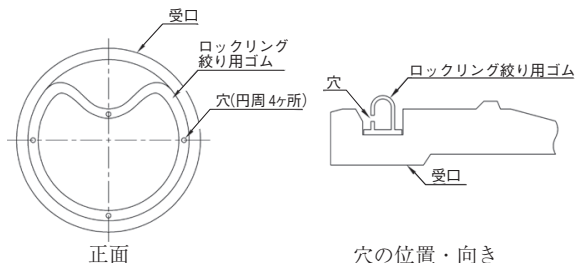

図7 ロックリング絞り用ゴムの装着方法（呼び径 1100 以上）
- (2) 受口溝にロックリング絞り用ゴムをねじれないように装着する。呼び径 800 ～ 1000 はロックリング絞り用ゴムがないので、この作業は不要である。呼び径 1100 以上は、ロックリング絞り用ゴムの装着は円周 4 カ所の穴の位置、向きを確認し、図 7 の方法で行う。